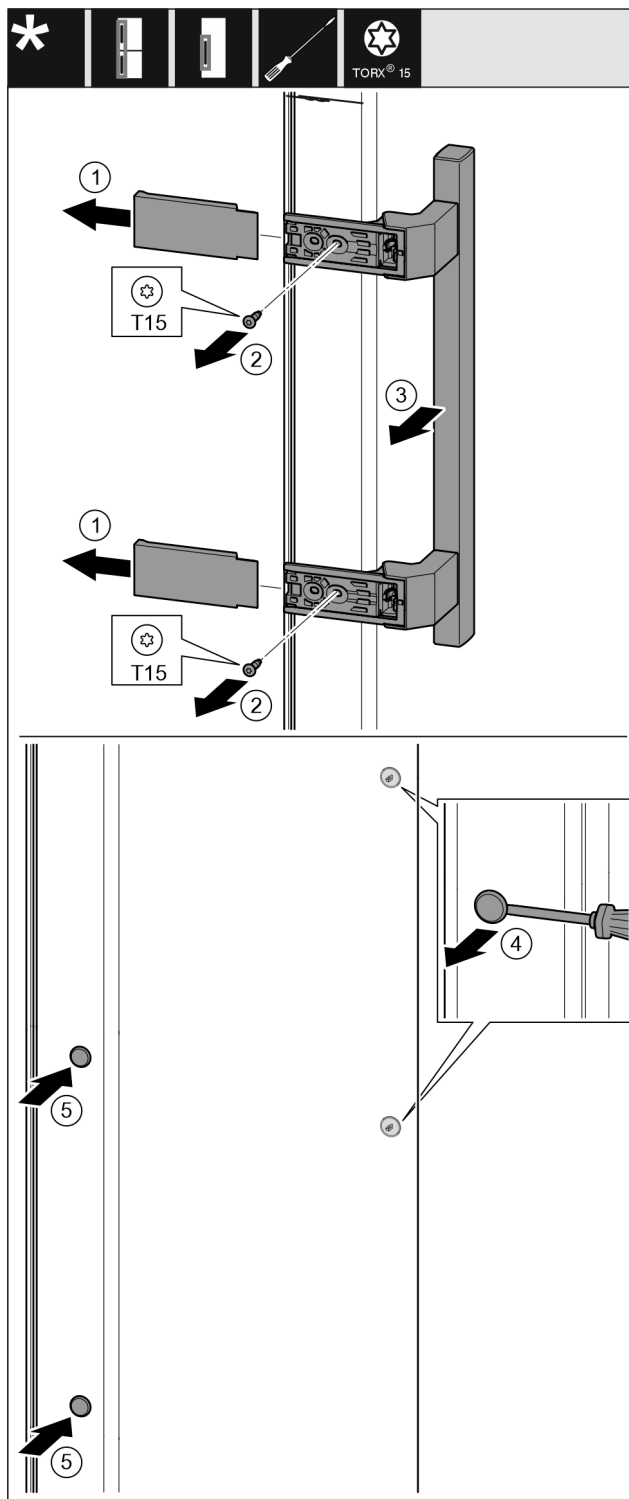

Fig. 14
- ▶ Зніміть кришку. Fig. 14 (1)
- ▶ Викрутіть гвинти за допомогою викрутки Torx 15. Fig. 14 (2)
- ▶ Зніміть ручку. Fig. 14 (3)
- ▶ За допомогою шліцевої викрутки обережно підніміть бокову заглишку та витягніть її. Fig. 14 (4)
- ▶ Вставте заглишку з іншого боку. Fig. 14 (5)